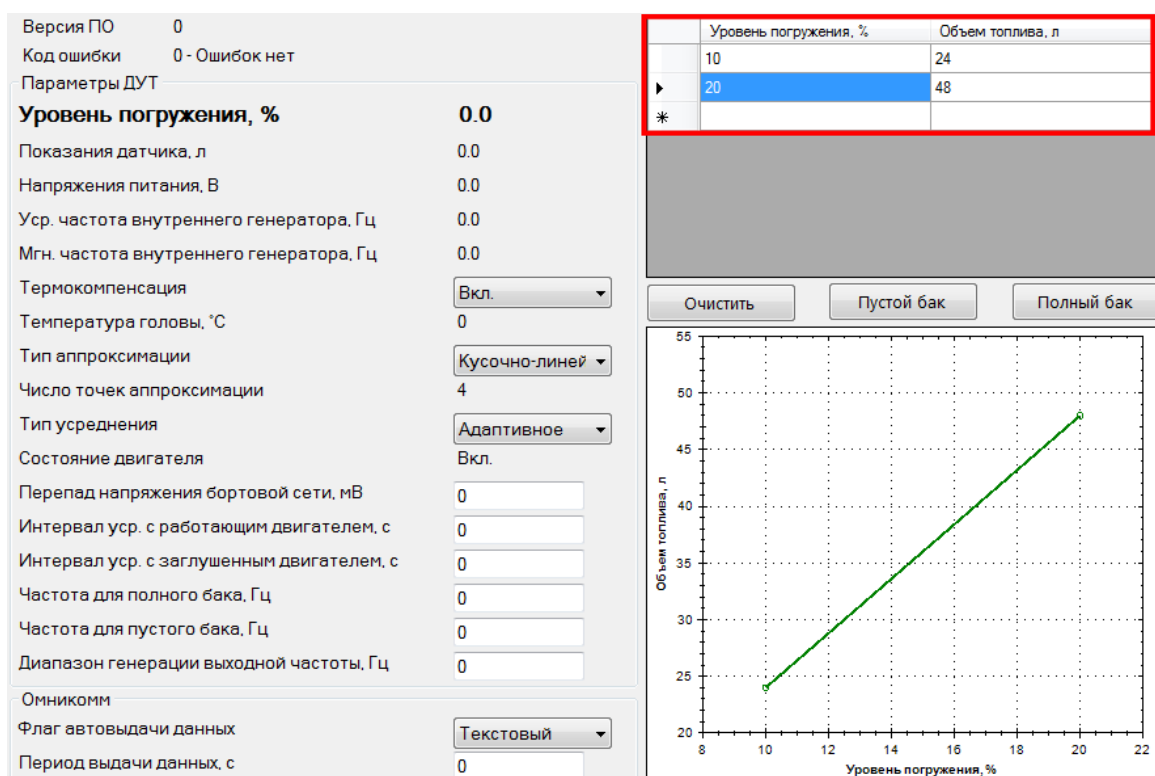

Рисунок 26 – Кусочно-линейная аппроксимация
- Для кусочно-линейного типа аппроксимации (рис. 26) в тарифовочную таблицу необходимо ввести следующие строки: уровень погружения в % и соответствующее ему значение объема топлива в литрах. Порядок следования строк может быть любым (не обязательно строго по возрастанию или убыванию). Ошибочно введенные строки можно удалить.